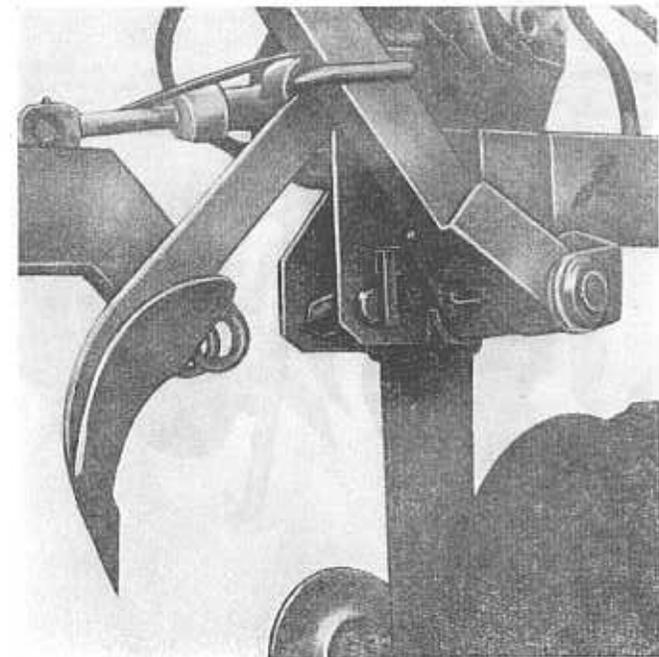

Abb. 21 Gelenkbolzen
- Gelenkbolzen von rechts in das Gelenk einführen (Abb. 21)